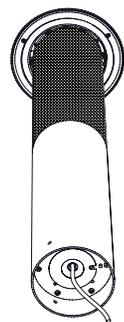

図11
2. 図11に示されているように、取り付けブラケットの中央の穴からピグテール4芯ワイヤーを通します。